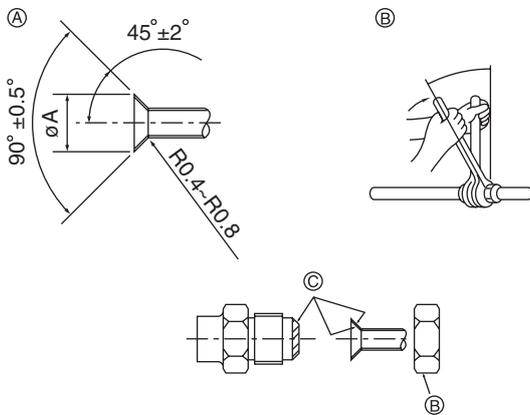

Fig. 4-1
4.1. Collegamento dei tubi (Fig. 4-1)
① Dimensioni di taglio per raccordo a cartella